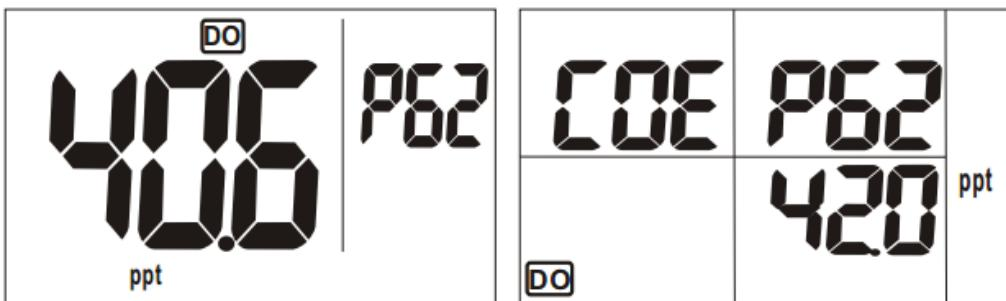

Рис. 12
2. Потім натисніть кнопку «ENTER», щоб увійти до P62 в ppt, значення мигатиме на еcranі (рис. 12). Ви можете вручному режимі увійти на настройки компенсації солоності. (Використовуйте значення солоності, виміряне датчиком провідності). Натискайте кнопку « $\Delta$ » чи « $\nabla$ », щоб налаштувати значення солоності. Значення може коливатися в діапазоні між 0,0 та 42,00 ppt.